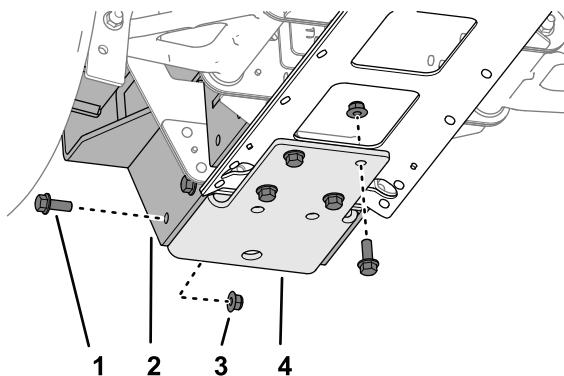
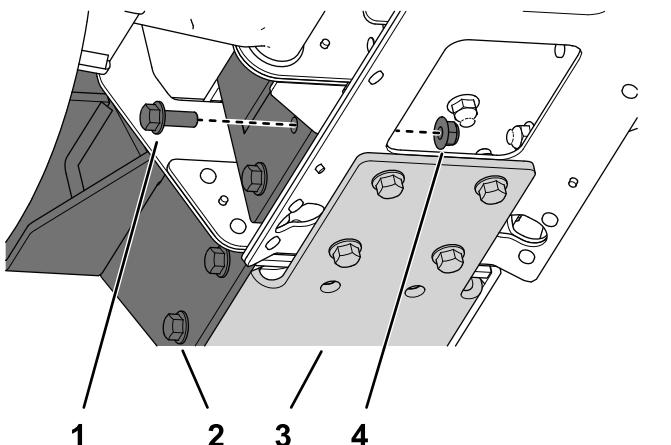

Рисунок 57
Рисунок 58
1. Установите крепление подборщика мячей и нижний кронштейн на передний швеллер рамы и среднюю пластину швеллера (Рисунок 57, Рисунок 58 и Рисунок 59) с помощью 14 фланцевых болтов ( $\frac{3}{8}$  x 1 дюйм) и 14 фланцевых контргаек ( $\frac{3}{8}$  дюйма).